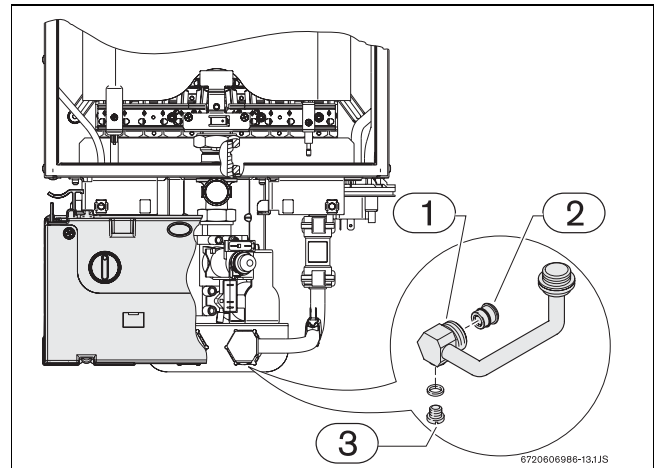

Fig. 13 Parafuso de purga
- ▶ desaperte o parafuso de purga (Fig. 13, pos. 3) situado no tubo de entrada de água.